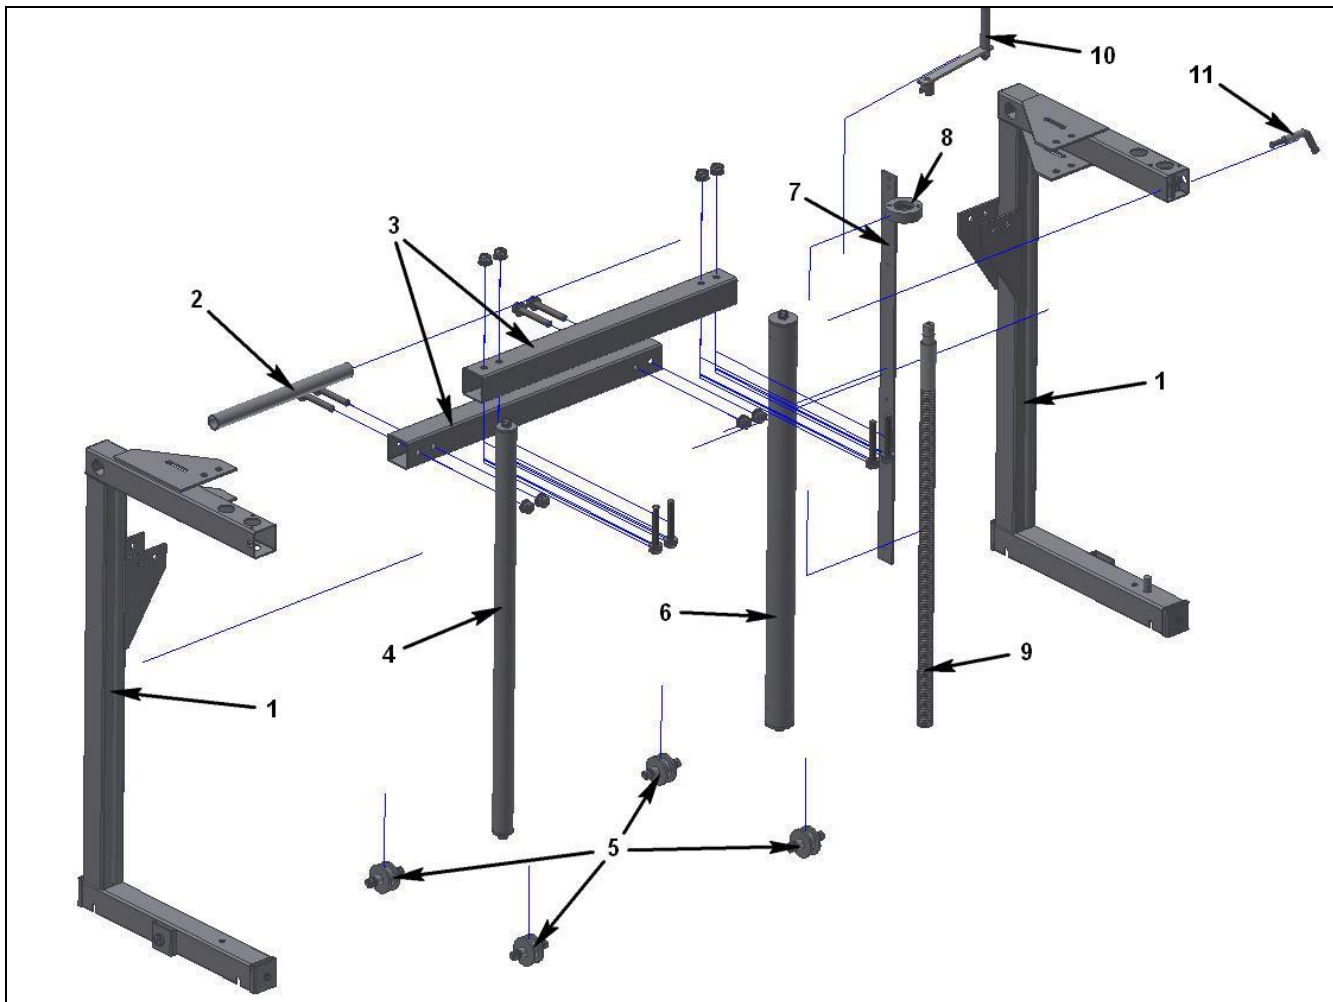

Рисунок 8 – Пильная рама в разборе
7.6.1 Основные узлы пильной рамы (рисунок 8), которые необходимо проверять в зависимости от периодичности проводимых проверок.